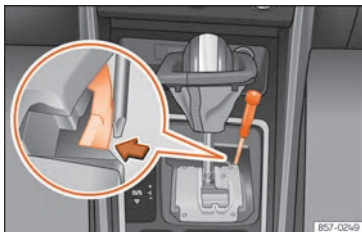

Fig. 262 Palanca selectora: desbloqueo de emergencia en la posición de aparcamiento.
- Con ayuda de la parte plana de un destornillador, presione lateralmente la pestaña amarilla y manténgala presionada **fig. 262**.